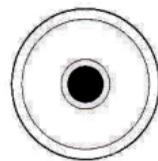

Fig.9
2. Intoarceti nivela 180 grade, bula trebuind sa ramana in centru ( Fig 9). Daca nu , trebuie ajustata: